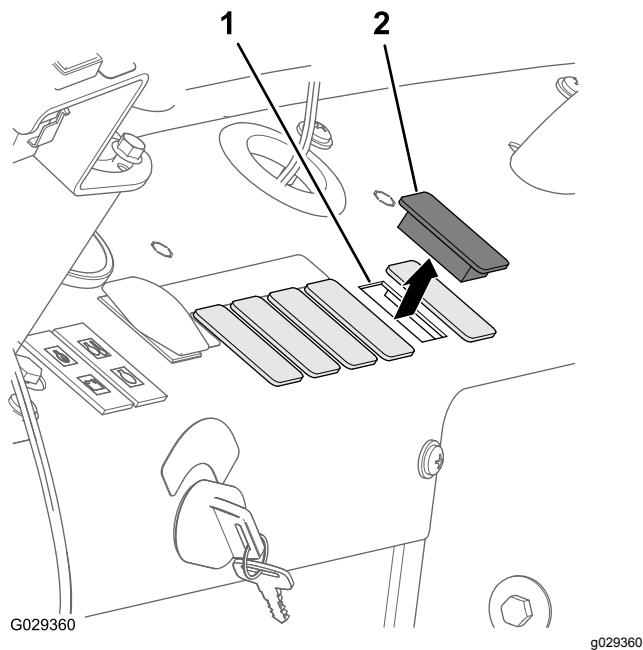
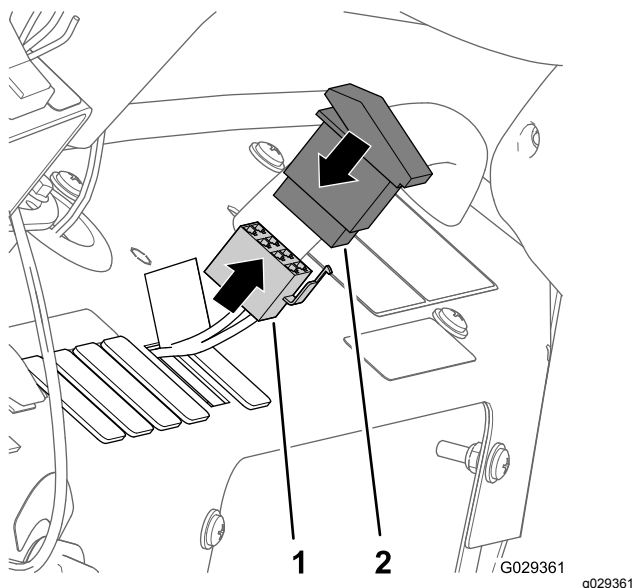

Bild 210
Bild 211
1. Entfernen Sie die fünfte Blende an der rechten Seite des Armaturenbretts der Maschine (Bild 210).
2. Fluchten Sie den 8-Buchsen-Stecker durch die Öffnung im Armaturenbrett aus und schließen den Stecker (Bild 211) an den Stiften hinten am Kippschalter mit zwei Stellungen (Ein/Aus-Schalter für Kompressor) an.
3. Befestigen Sie den Schalter im Armaturenbrett und drücken Sie auf den Schalter, bis er in der Öffnung einrastet (Bild 210 und Bild 211).